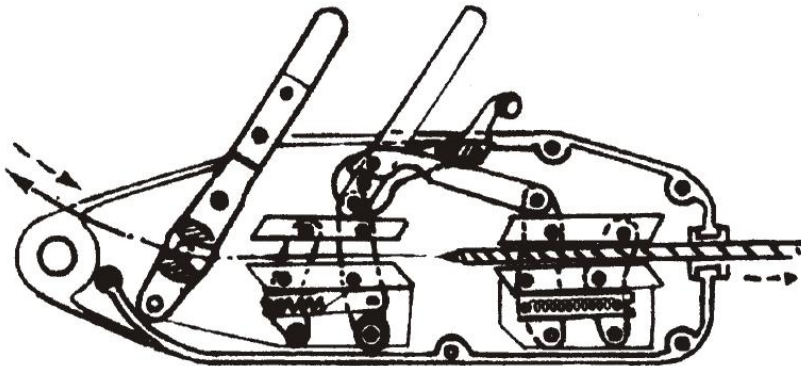

Fig. 1. Enrollado y recepción de cuerda:
1. Enrollado: (Fig. 1) Con la cabeza del cable hacia abajo y presionando el polipasto, empuje la manija relajada. Cuando escuche el sonido de clic, la boca de las pinzas se habrá abierto. Luego puede enrollar el cable de acero desde el orificio trasero hasta el polipasto. Una vez que el cable
(4.) Saque la cuerda (Fig. 1): Una vez finalizado el trabajo, la boca de las pinzas se abrirá tan pronto como se presione el mango de relajación y luego se podrá sacar la cuerda de alambre del extremo del polipasto. Limpie la suciedad de la cuerda, enróllela en la cruz de acero en buen estado para que esté lista para usar la próxima vez.